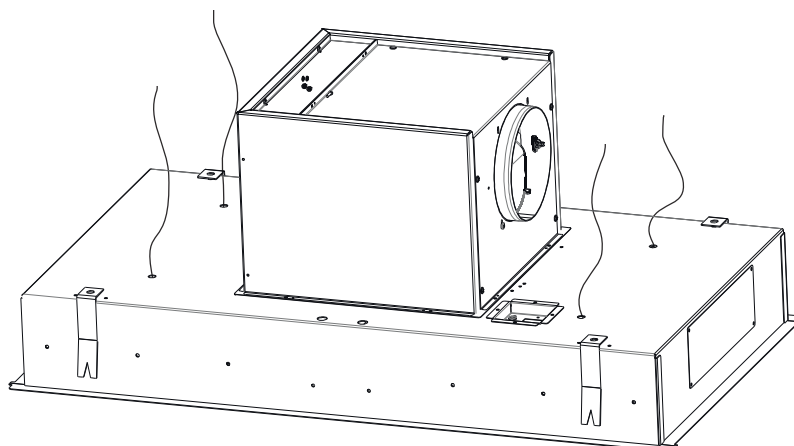

Fig. 20
- 5.** ➔ Skub nu stålwirene igennem fra toppen og ned i emhætten igennem sikkerhedslåsen((Fig. 20).